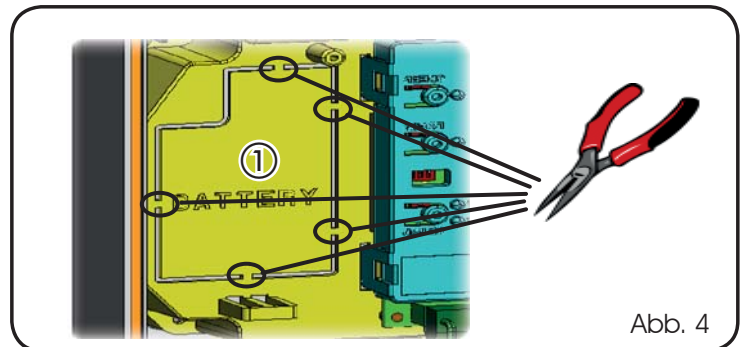

Abb. 4
Diese Halterung (Bez. ①, Abb.4) wurde so ausgebildet, dass die Öffnung des Batteriefachs möglich ist.